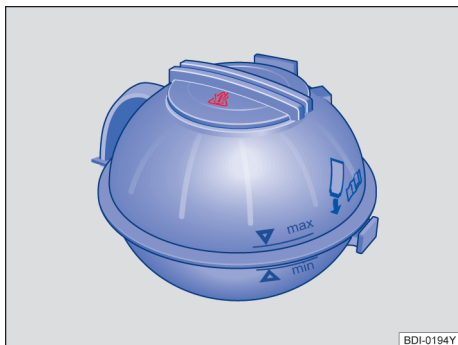

图 139 冷却液补偿容器上的液位标记
- 发动机处于冷态时检查冷却液液位是否处在膨胀罐侧面的标记范围内 $\Rightarrow$ 图 139。